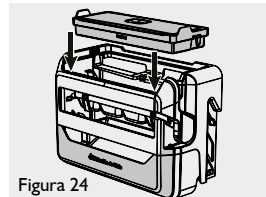

Figura 24
- Inserte el tanque en la parte superior del Fabricador de hielo (Figura 24), validando que la palabra FRENTE este apuntado hacia usted, debe asegurarse de que ambos extremos hagan "clíc". Cierre la puerta del refrigerador para que la distribución del agua del fabricante sea uniforme.